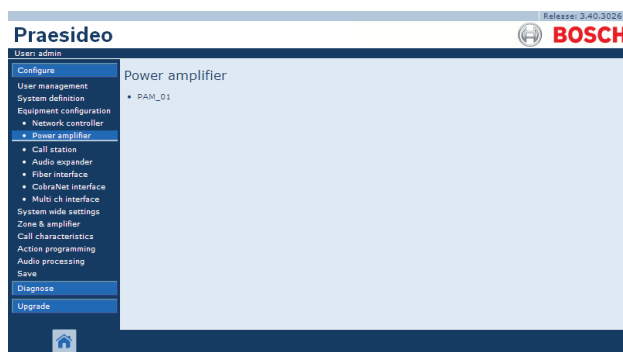

Abbildung 43.9: Konfiguration von Endstufen, Schritt 1
- 1 Gehen Sie zu *Configure > Equipment configuration > Power amplifier*. Im Main Frame der webbasierten Benutzeroberfläche wird ein Bildschirm angezeigt, der dem in Abbildung 43.9 gleicht.